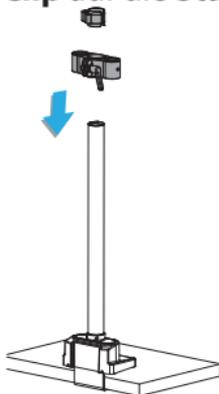

Abbildung 7
2. Führen Sie die **Schulterstangenhalterung** und den **Kabelmanagement-Clip** auf die **Stange**. (Abbildung 7)